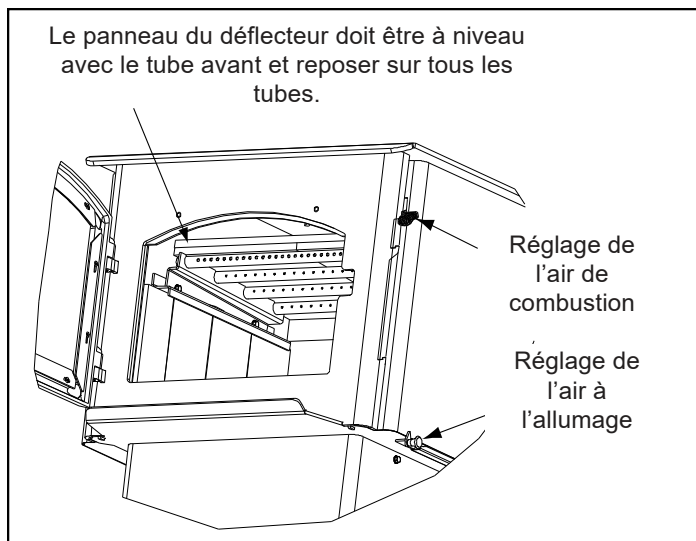

Figure 23.3
4. Réinstallez les deux parties du déflecteur l'une après l'autre. Assurez-vous que les deux parties du déflecteur soient à égalité avec le collecteur à tubes avant et qu'elles reposent sur tous les tubes (**Figure 23.3**).